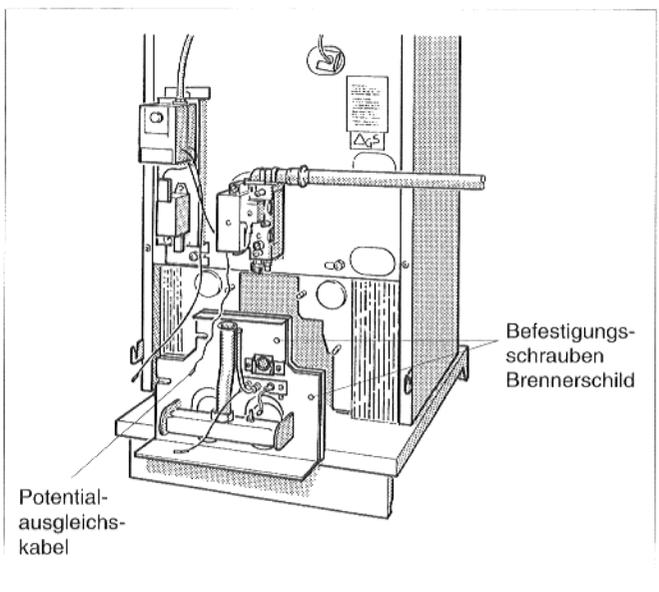

Abb. 3: Ausbau des Gasbrenners
- Steckverbindung des Potentialausgleichskabels vom Brennerschild lösen (Abb. 3).
- Befestigungsschrauben am Brennerschild lösen und Gasbrenner herausnehmen (Abb. 3).